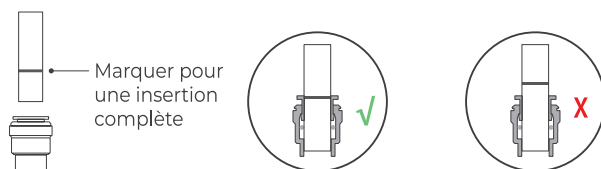

Figure 1
- Il y a une marque existante (**Figure 1**) à l'extrémité du tuyau pour vous permettre de confirmer si le tuyau est complètement inséré dans le raccord.